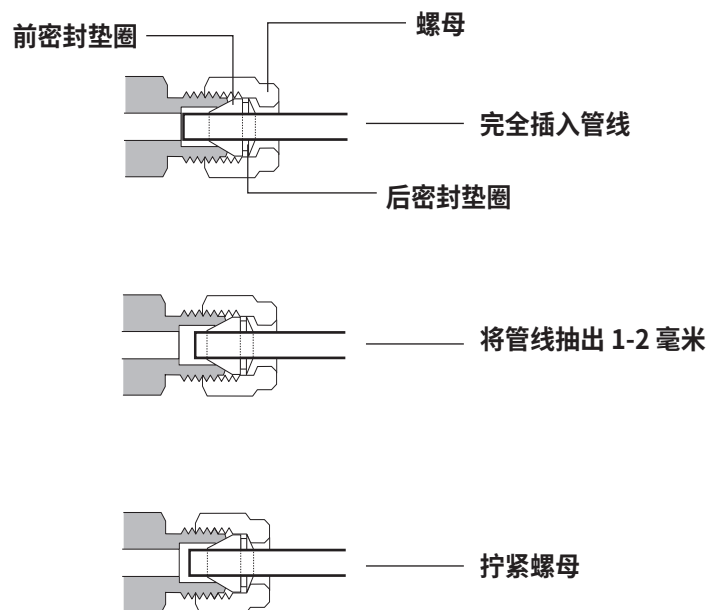

图 17. 插入管线
- 4 将管线完全推入插头中，然后将其抽出大约 1 至 2 毫米（请参见图 17）。